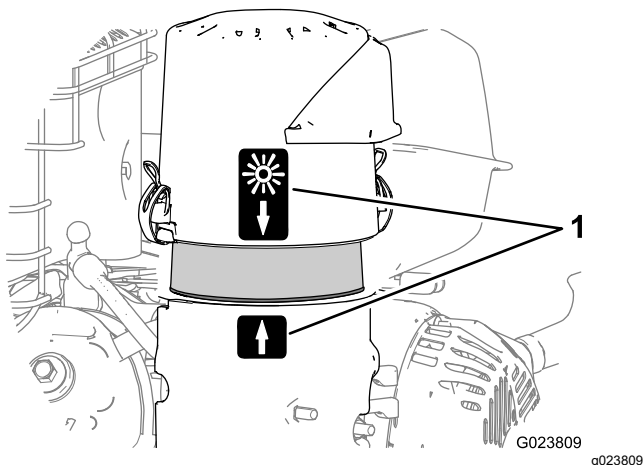

Figura 26
8. Alinhe o autocolante de seta na cobertura do filtro de ar e o autocolante de seta na base (Figura 26).